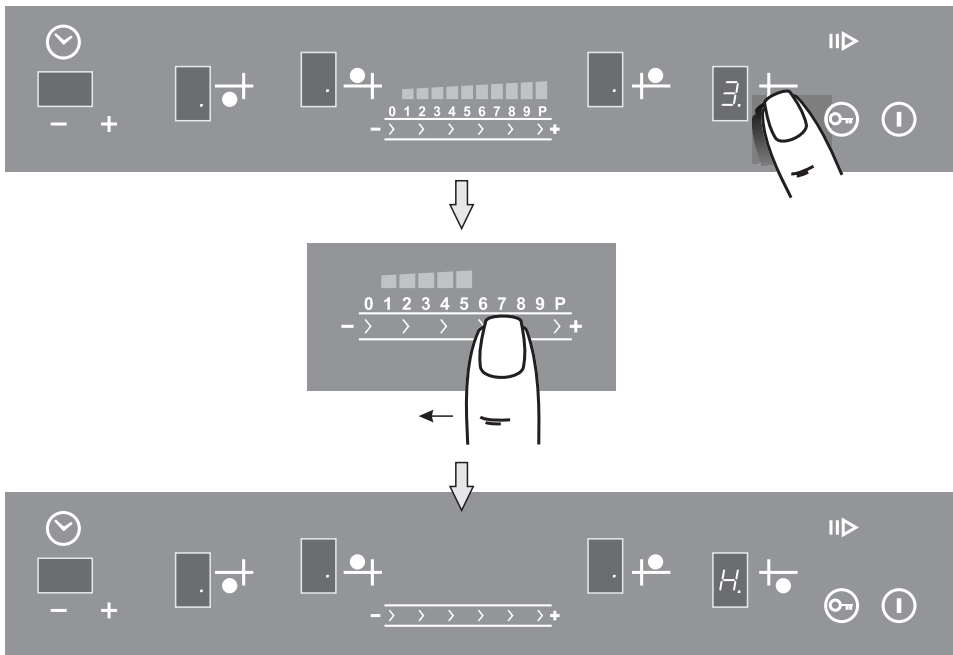

Рис.14
1. Работаящую конфорку перевести касанием зоны ② в режим управления (рис. 14).
2. Перемещая палец по поверхности ④, установить в окне индикации значение «0» - конфорка отключится. В окне ③ будет светиться буква «H», указывающая, что конфорка еще горячая.